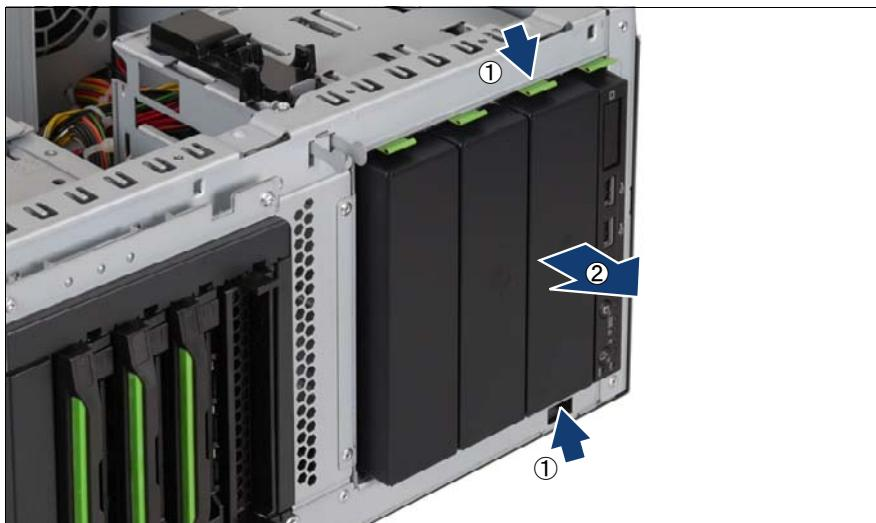

図 22: ダミーカバーの取り外し
- ▶ アクセス可能なドライブを取り付けるため、1 つの 5.25 インチベイからダミーカバーを取り外します (52 ページ の図 22 を参照)。
- ▶ アクセス可能なドライブ用に、2 つの 5.25 インチベイからダミーカバーを取り外します (52 ページ の図 22 を参照)。